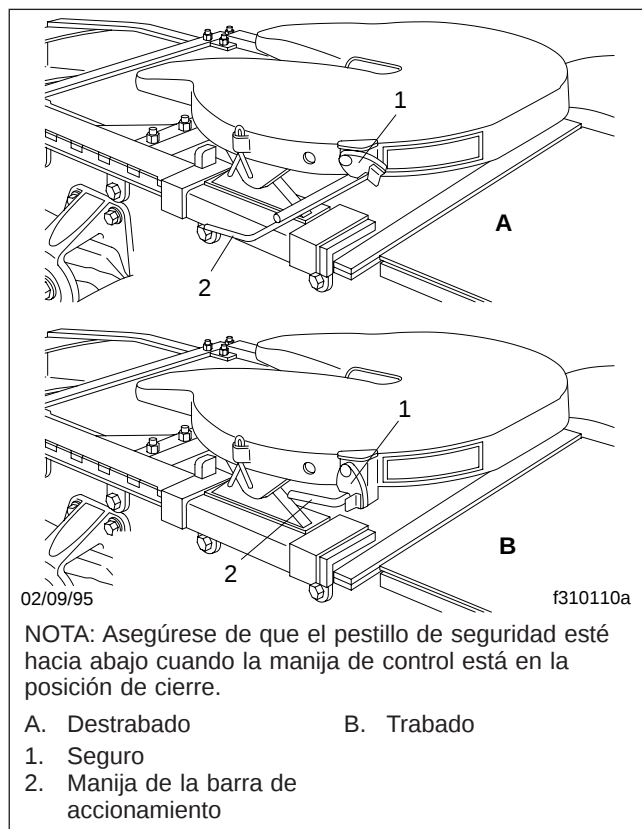

Figura 10.16, Cierre y apertura de la quinta rueda Fontaine
de cierre. Vea la **Figura 10.16**. Esto mantendrá la manija de control en la posición de cierre.
6. Libere el mecanismo de cierre del perno rey levantando el pestillo de seguridad y tirando de la manija de control de cierre del perno rey hasta colocarla en la posición abierta. Vea la Figura 10.16.